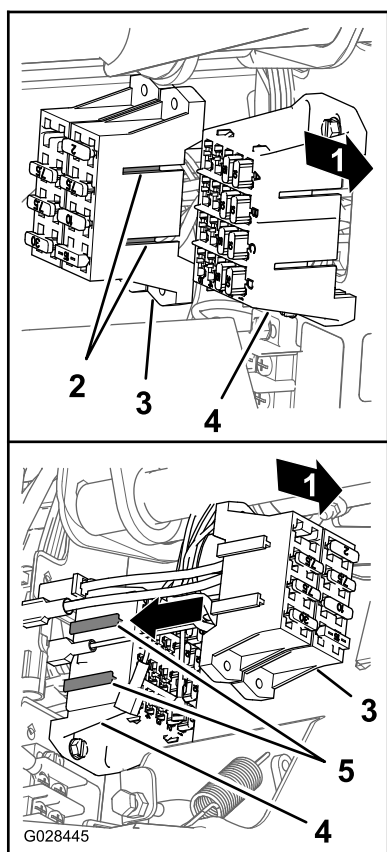

Рисунок 26
4. Совместите Т-образные выступы блока предохранителей опрыскивателя с Т-образными пазами блока предохранителей автомобиля и вставьте блок предохранителей опрыскивателя в пазы до его полной посадки (Рисунок 26).